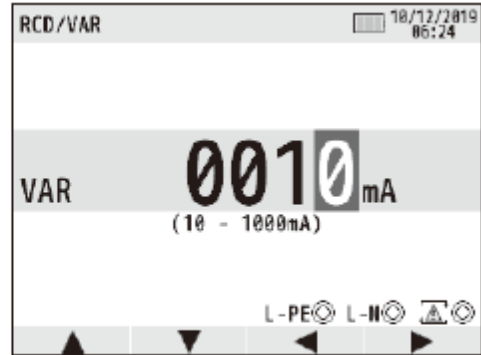

Figure 11-9
(9) L'écran LCD affiche l'écran de modification de la valeur actuelle (Fig. 11-9).